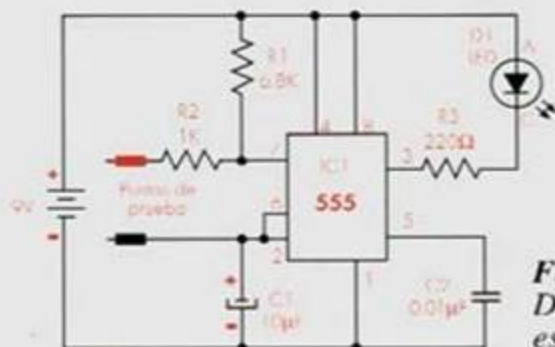

Figura 1.
1. Arme en el protoboard el circuito que aparece en el diagrama esquemático de la figura 1. Puede usar como guía el diagrama pictórico. Recuerde que puede montar los componentes en cualquier orden, a excepción de la batería, la cual debe conectarse de último. Revise la orientación del circuito integrado, de tal modo que sus pines no queden invertidos.